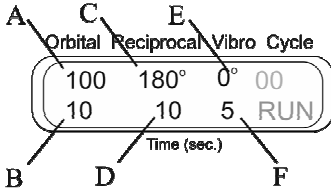

Fig.9.
Disattivare il movimento orbitale 3D impostando il tempo del movimento orbitale 3D sullo zero (A) (OFF). Impostare l'angolo del movimento reciproco 3D sullo zero (B). Impostare il tempo (C) del movimento reciproco 3D (1 - 250 s) che corrisponderà alla durata della pausa. Impostare l'angolo di rotazione (D) (0-5°) e il tempo (E) (1 - 5 s) per il movimento vibratorio 3D. Vedere fig. 9.